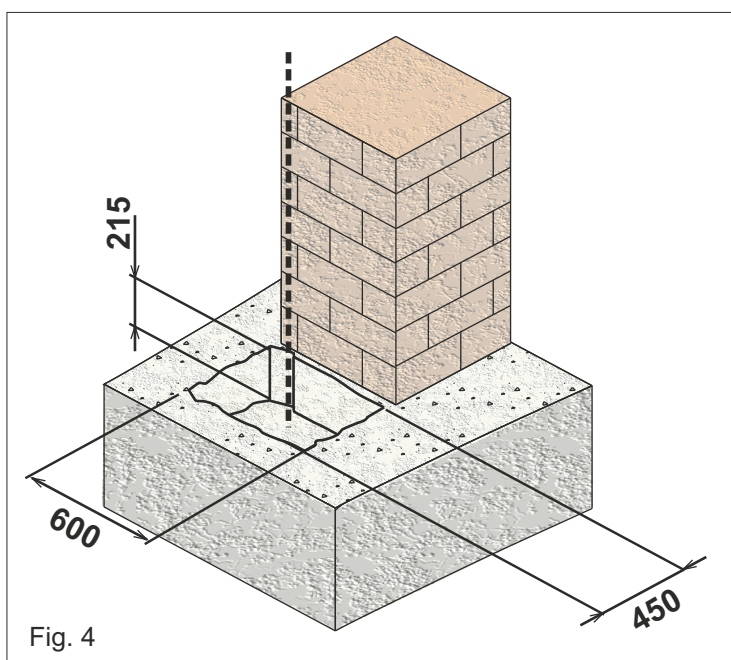

Fig. 4
- 2.1. Selon les mesures indiquées sur la Fig. 4, préparez un emplacement de béton à l'intérieur duquel le caisson de fondation sera muré